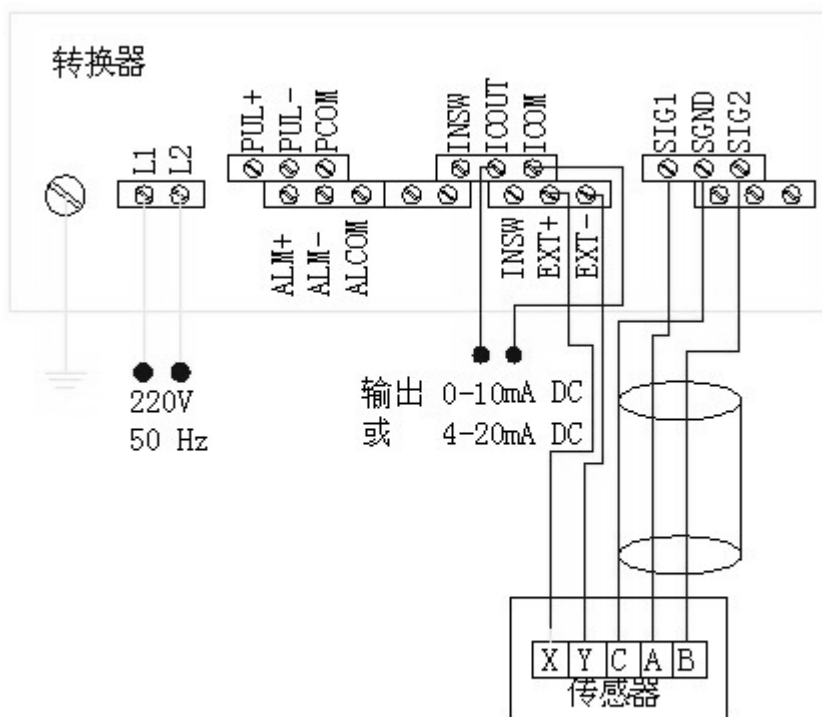

图4 接线图
①信号电缆不应于外界大电流动力电缆近距离平行敷设。信号电缆一般应通过穿线钢管与外界电缆电气屏蔽。穿线钢管应与大地线连接。
②明敷设时，信号电缆与动力电缆应有1米以上的距离。信号电缆与励磁电缆也应保持一定距离。穿钢管敷设时，励磁电缆也应分别穿管。
③传感器与转换器的距离一般为50米，特殊情况需要延长电缆时，应与本厂联系。本厂出厂所配信号电缆和励磁电缆型号为RWP型双芯聚抓乙烯绝缘屏蔽护套电缆，规格为 $2 \times 32/0.2$ 外径 $\phi 8\text{mm}$ ，长度为15米。如特殊要求，请在订货时向本厂注明。
④本厂不负责转换器供电电源线和输出电流与频率电缆线。由于这两种电缆要求的负载电流仅仅几十到几百个毫安，而且传输距离与现场到控制室距离有关，所以用户可根据实际需要自行准备电源和输出信号电缆。
⑤按图4所示转换器和传感器端子标示符一一对应接好线。